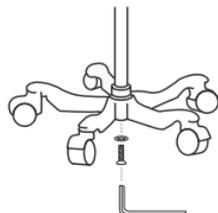

Figura 1
1. Con la base sul suo lato collegare il palo esterno in posizione verticale utilizzando un grande bullone allenamento (6 mm). Stringere con chiave di allenamento grande (6 mm) fornita. Serrare il fissaggio il più sicuro possibile. (Nota: Per evitare lo sganciamento, l'hardware deve essere serrato in modo sicuro e controllato periodicamente) (Figura 1).